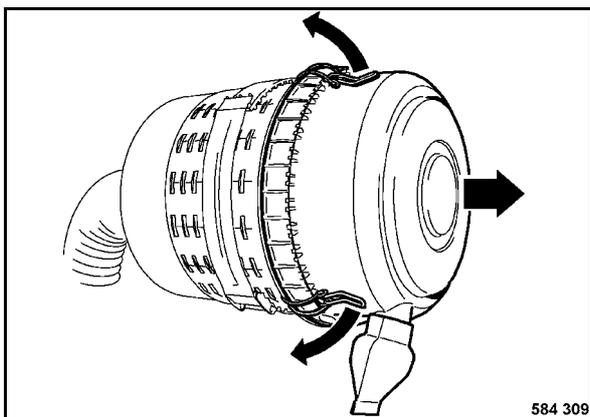

Рис. 187
- Ослабить защелкивающиеся дуги (Рис. 187) на крышке корпуса и снять крышку.